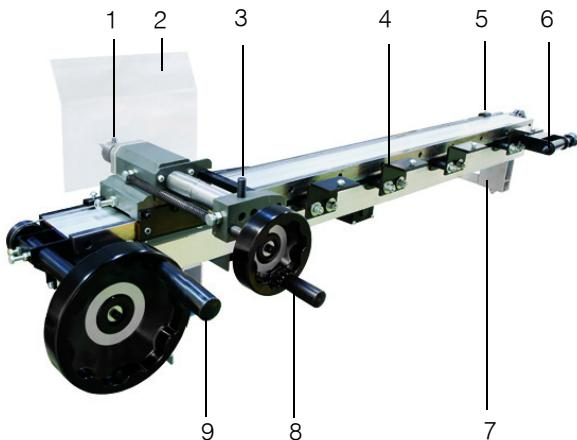

Abb. 1: Kopiereinrichtung
Schritt 1: Das zu kopierende Werkstück zwischen die Spitzen (6, Abb. 1) einspannen. Hierbei auf einen festen und sicheren Halt achten. Außerdem kann ein Brett mit der Kopierform an den Schablonen-Aufnahmen (4) befestigt werden.
Schritt 4: Während des Drechselns muss der Kopierstift stets an der Kopierform anliegen. Der Vorschub erfolgt über das Handrad (9, Abb. 1), die Zustellung über das Handrad (8).